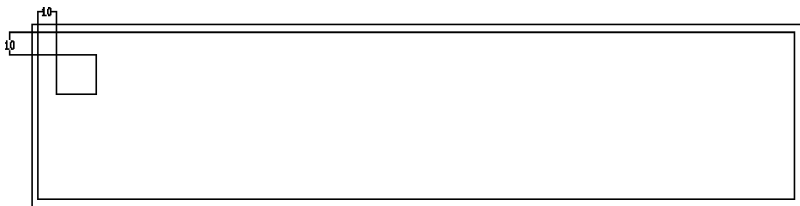

图 15-115 绘制矩形
(1) 单击“默认”选项卡“绘图”面板中的“矩形”按钮，绘制两个矩形，矩形的尺寸分别为 300×60 和 290×50 ；在矩形内绘制一个小矩形，小矩形的尺寸为 15×15 ，位置尺寸如图 15-115 所示。